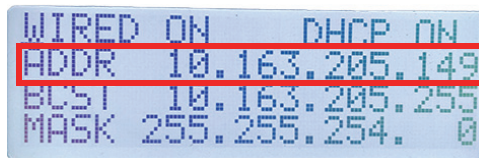

Figura 4-4 Endereço IP atribuído à rede
5. Depois que o BTX III for reiniciado, volte ao **Main Menu > Advance Menu > Configure Network > DHCP Menu** para visualizar o endereço IP atribuído à rede (veja Figura 4-4 na página 54).